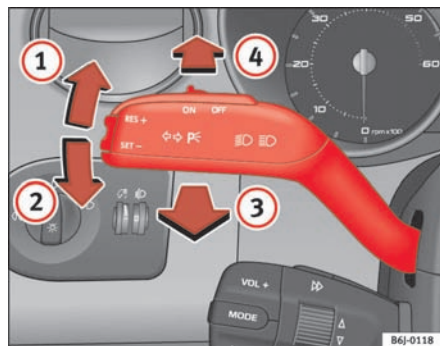

Fig. 56 Blink- og fjernlysarm
- Skub armen helt op ⇒ fig. 56 (1) for at blinke mod **højre** og helt ned (2) for at blinke mod **venstre**.
- Skub armen fremad ⇒ fig. 56 (4) for at tænde fjernlyset.